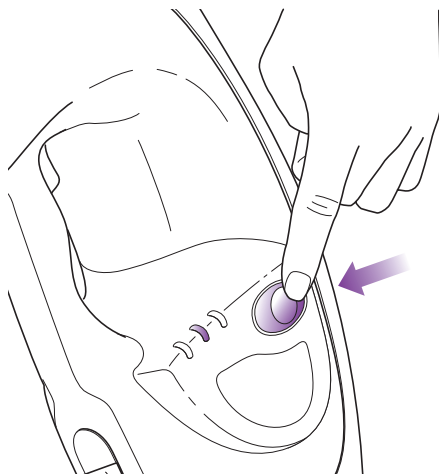

fig. 9
- 3 Appuyez une fois sur le bouton du mode de **RÉGLAGE VAPEUR/MARCHE** pour le mode de réglage **ÉPOUSSETAGE** (le voyant du mode de réglage pour **ÉPOUSSETAGE** clignotera et deviendra bleu constant lorsque l'appareil sera prêt). Le mode de réglage **ÉPOUSSETAGE** émet un faible débit de vapeur et est idéal pour un époussetage et séchage rapide. (fig. 9)